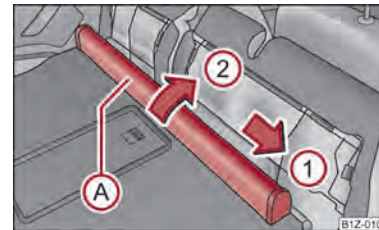

Fig. 65 Scaunele din spate: Carcasei peretelui despărțitor de plasă
- Împingeți carcasa peretelui despărțitor (A) ⇒ fig. 65 în sensul săgeții (1) și scoateți-o din spătarul scaunelor din spate în sensul săgeții (2).